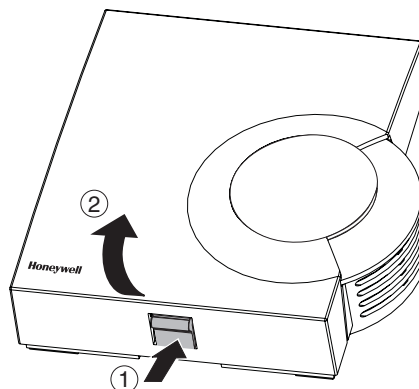

Figura 1: Quitar la tapa de la caja
- ▶ Quite la tapa de la caja del sensor de temperatura ambiente (véase Figura 1).
- ▶ Quite la tapa de la caja (véase Figura 1, página 19).
- ▶ Quite la tapa de la caja del HCW 82 (véase Figura 1, página 19).